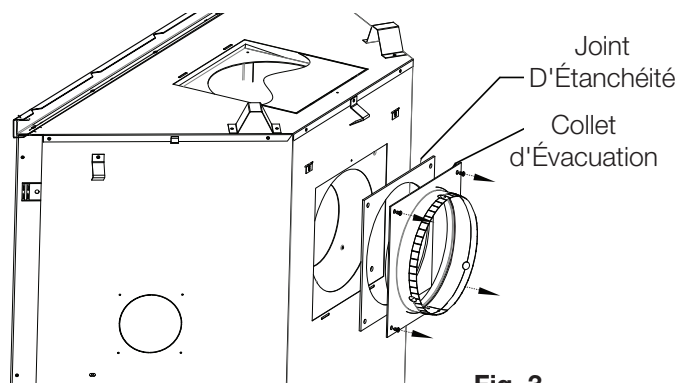

Fig. 3
H. Installez l'assemblage du collet de 7", complet avec le joint d'étanchéité sur le panneau arrière autour du collet de 4" (101,6mm) avec les vis fournis (**Fig. 3**).